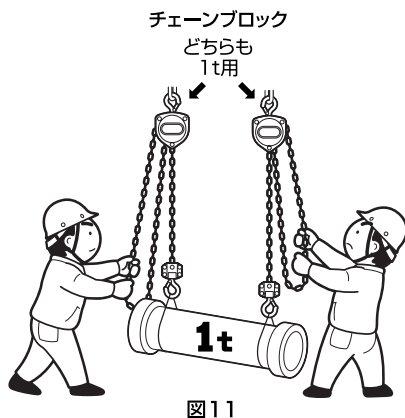

図11
(32) 玉掛け用具はフックに正しく掛けてください。
(33) 巻上げは、ロードチェーンまたは玉掛け用具が張ったところで一度停止してください。
(34) 共づりする場合は、それぞれの1台のチェーンブロックで、その荷をつれる定格荷重のものを使用してください。図11